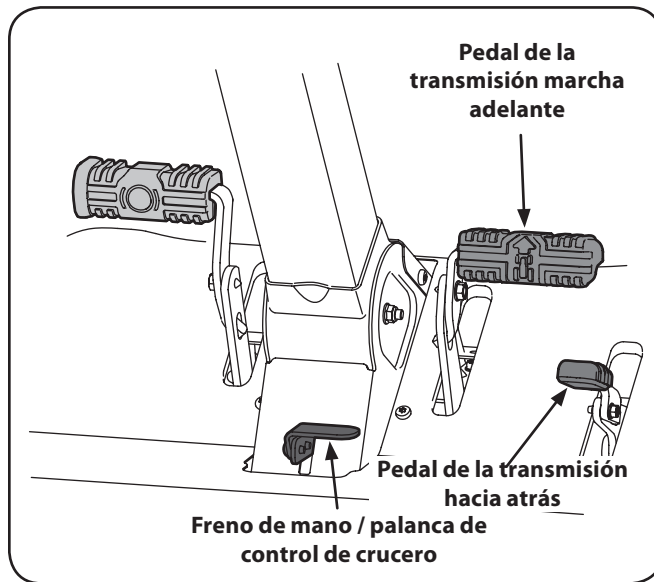

Figura 5-2
5. Para conducir hacia ADELANTE, presione lentamente el pedal de transmisión marcha  adelante hasta alcanzar la velocidad deseada. Consulte la Figura 5-2.